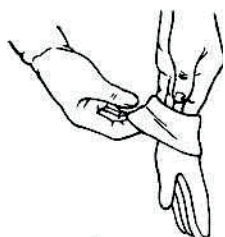
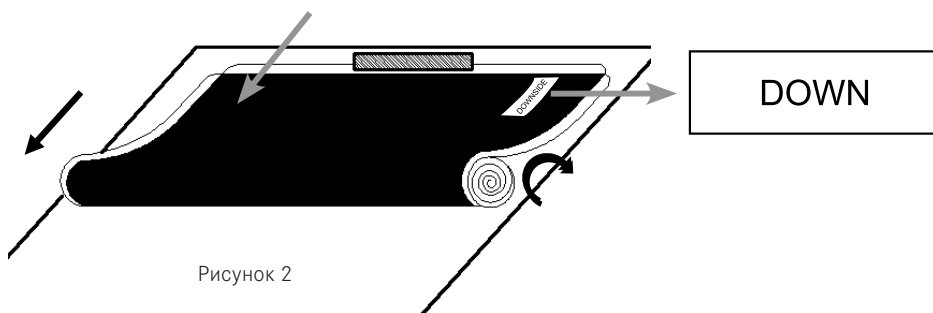

Рисунок 1
Рисунок 2
Перед монтажом экрана (H) наденьте входящие в комплект поставки монтажные перчатки (G), чтобы предотвратить попадание на поверхность материала отпечатков пальцев, пыли и жира от рук (рис. 1). Экран (H) очень чувствительный, при обращении с ним необходимо соблюдать особую осторожность. Не допускайте деформации или сгибания материала. Несоблюдение этих указаний приведет к необратимому повреждению материала экрана, которое не является гарантийным случаем.
- ▶ Извлеките экран (H) из упаковочного тубуса и осторожно положите его на чистую поверхность.
- Каждый человек должен крепко держать один конец рулона и медленно разматывать его по часовой стрелке (рис. 2).